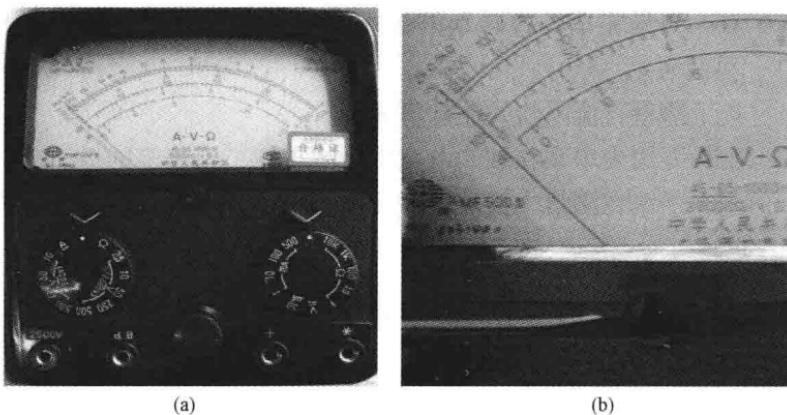

图 4-38 测量前准备工作
(1) 检查指针是否停在表盘左端的零位，如有偏离，可用小螺丝刀轻轻转动表头上的机械零位调整旋钮，使指针指零，如图4-38所示。
(2) 将红表笔接+插孔，黑表笔接-或公用端*插孔。
(3) 将左边转换开关旋至“A”挡，右边转换开关旋至直流电流适当的量程上。